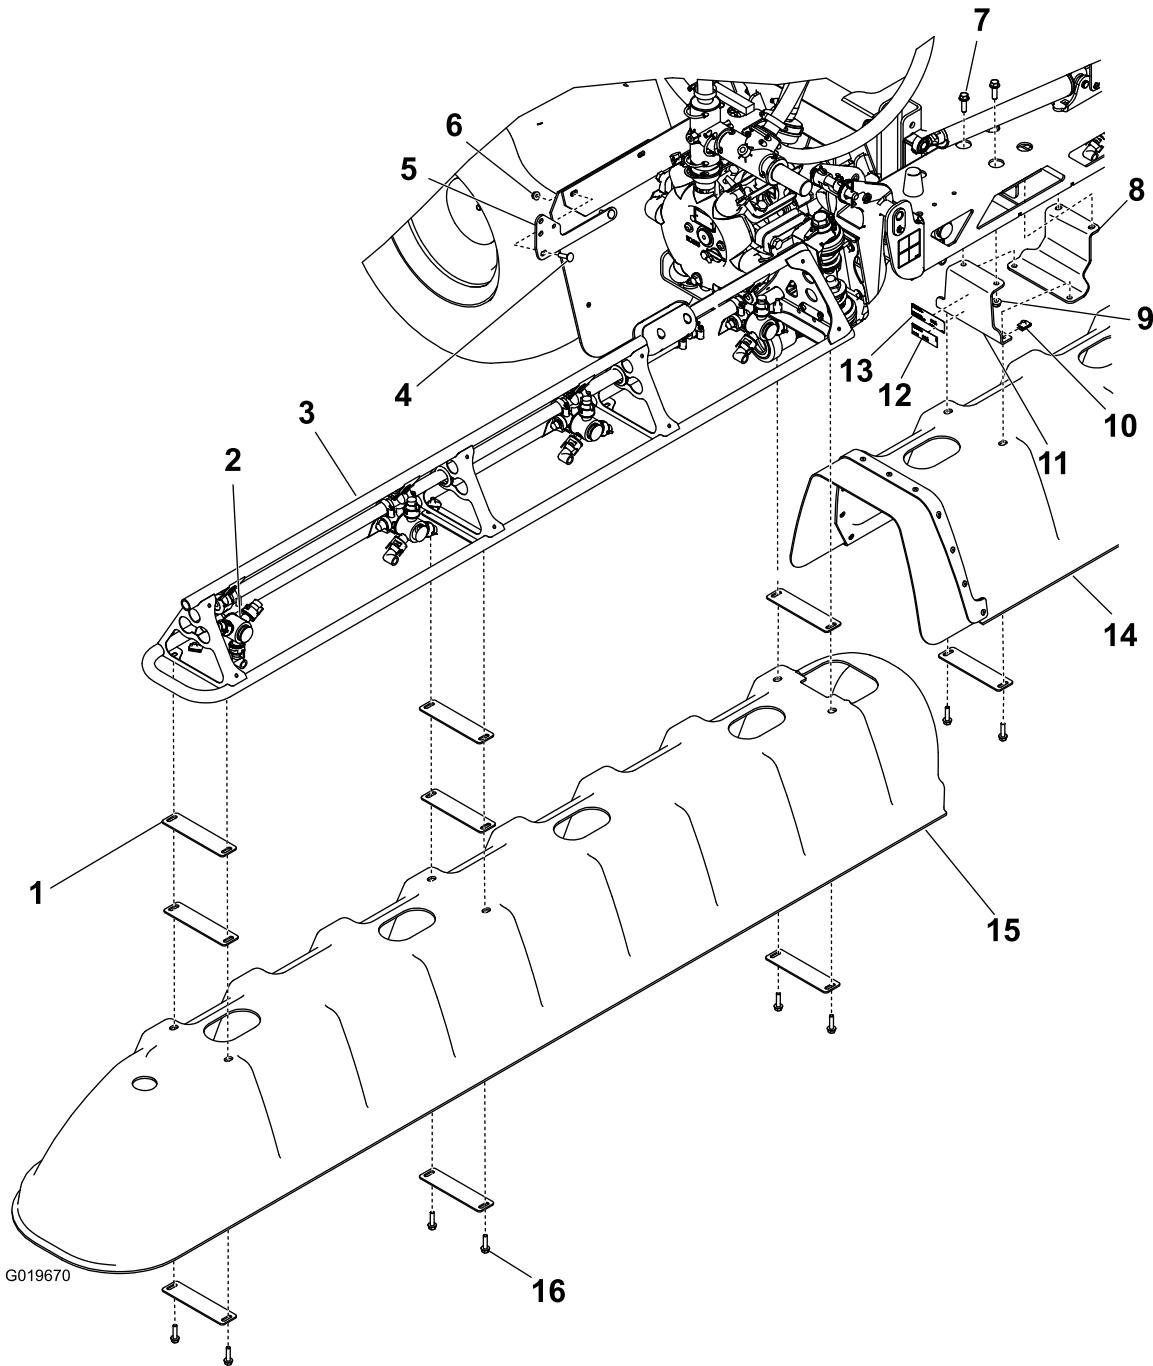

Figure 1
- Apposez l'autocollant de numéro de modèle/série et l'autocollant réglementaire sur l'un des supports de la rampe centrale, comme montré à la Figure 1.
- Fixez chacun des 2 supports centraux et les plaques de montage à la rampe centrale avec 2 vis à tête hexagonale (3/8 x 1-1/4") et 2 écrous à embase (3/8"), comme montré à la Figure 1.
- Fixez le couvercle central aux supports de la rampe centrale avec 4 écrous en U, 2 plaques de boulonnage et 4 vis à tête hexagonale (5/16 x 1-1/4"), comme illustré à la Figure 1.
- Fixez un des couvercles de rampe latérale (Figure 1) avec 8 plaques de boulonnage, 6 vis à tête hexagonale (5/16 x 1-1/4") et 6 écrous en U.
- Montez le support du robinet de vidange sur la machine avec 2 vis de carrosserie et 2 écrous à embase (5/16"), comme illustré à la Figure 1.
- Retirez le robinet de vidange de sa position existante et posez-le sur le support (Figure 1) avec la goupille à anneau et la sangle existantes.